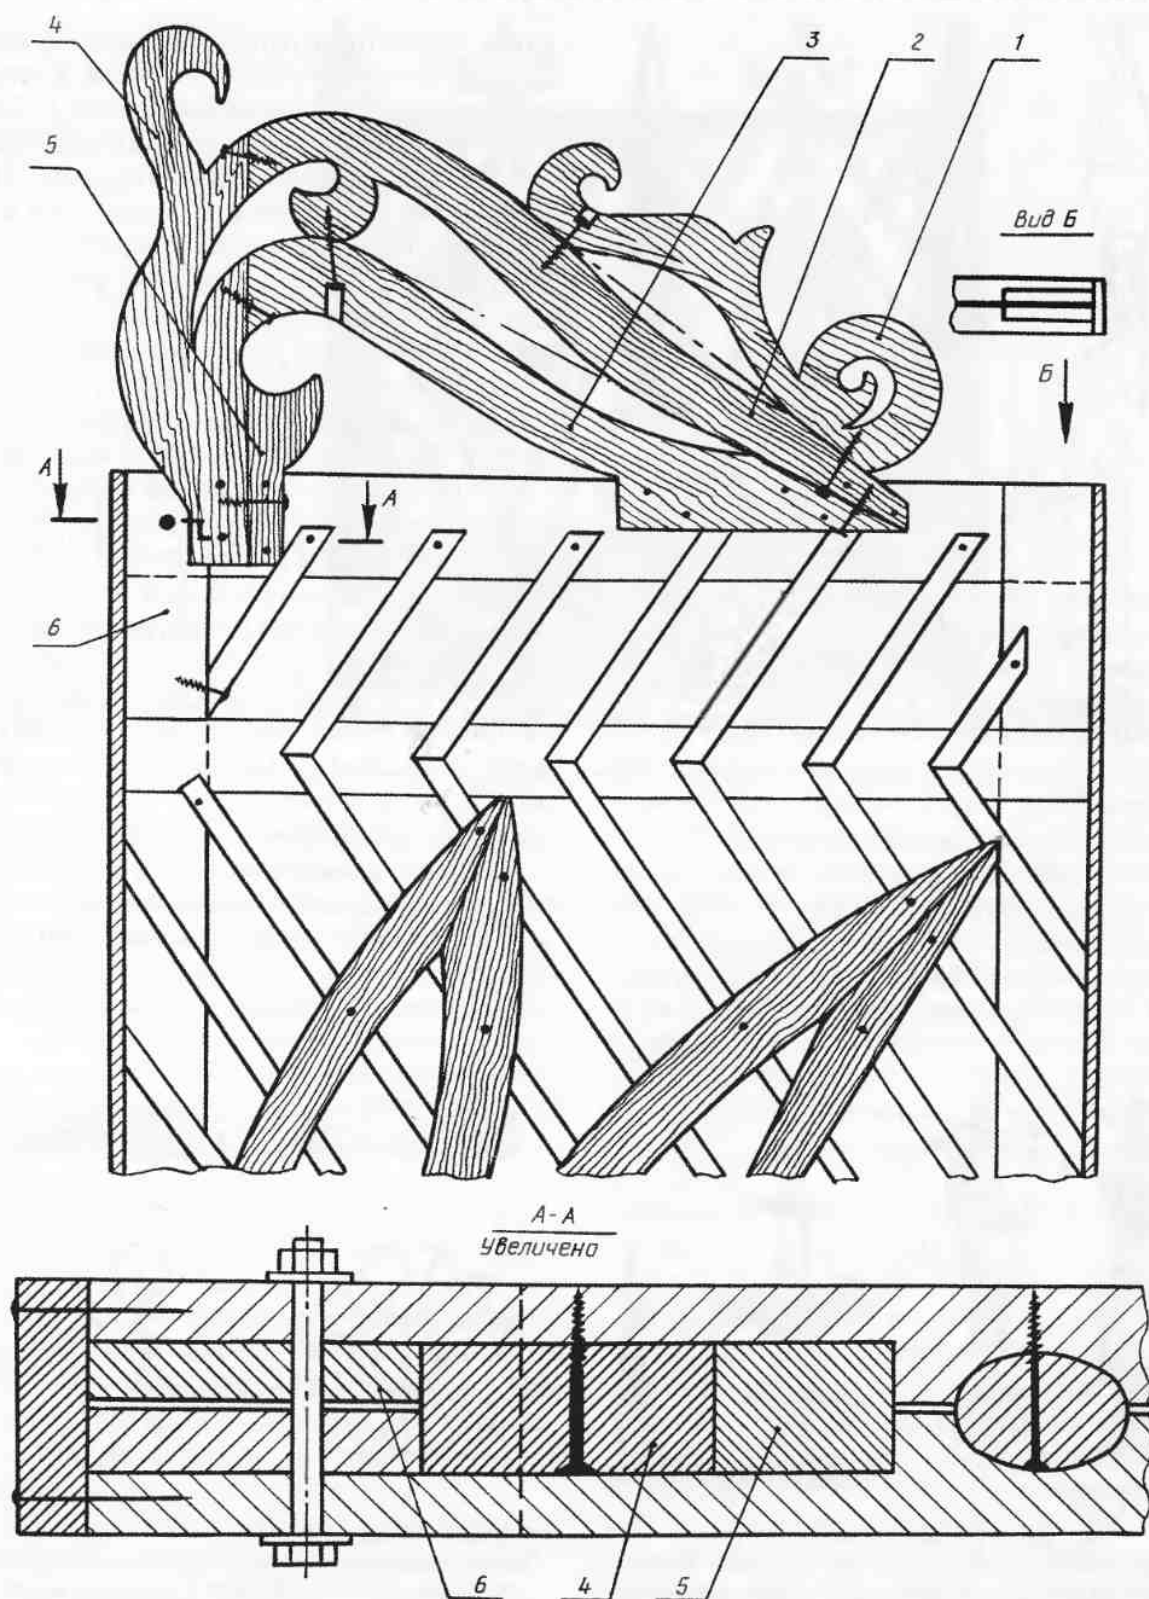
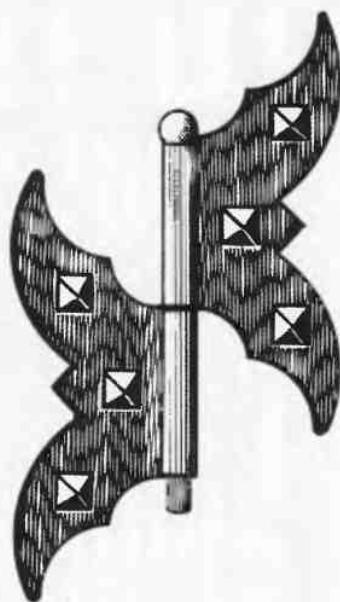

Рис. 290. Продольный и местный поперечный разрезы верхней части ворот. Изготовление и монтаж деталей. Цифры — номера деталей
Рис. 296. Фигурная «петля-бабочка» для декоративных дверей, калиток, ворот с кованными шляпками гвоздей
**Ворота с усложненной декоративной отделкой.** Рассмотрим технику выполнения ворот, изображенных на рис. 7 вклейки. Изготовление круглых или восьмигранных стержней (палок) — см. «Ограждения. Заборы и палисадники». Закрепить их в каждой поле ворот можно сжатием между тремя парами поперечных досок (рис. 290), в которых предварительно для них проделаны гнезда: или порознь в каждой доске с выпиливанием и подправкой полукруглой стамеской, или в сжатых обеих досках (либо в целом бруске) высверливанием с двух сторон (встречным сверлением). Каждый из способов не имеет явного преимущества.
лублинием их в поперечные перекладины на половину толщины (см. рис. 290). Но можно сделать соединение и на шипы, если вертикальные стойки сделать из целых брусков и продолбить в них глухие прямоугольные гнезда. И в том, и в другом случаях скреплять соединения лучше не гвоздями, а шурупами или деревянными нагелями.
Орнамент в виде листьев ириса выполняется легко из отдельных, обтесанных топором по контуру рисунка тесин с подправкой рубанком и ножом. Только для нижних деталей придется применить стыковку двух досок с выпиливанием их выкружной пилой. В крайнем случае, можно обойтись перкой, обычной ножовкой и ножом. Желательно только не нарушать контур заимствованного из книги рисунка (об увеличении рисунков см. соответствующий раздел). Стыки деталей орнамента делаются большей частью на ус, что видно на рис. 290. Правда, это диктуется и шириной имеющихся досок, но в любом случае их креплению друг с другом помогают и вертикальные стержни. Подгонять размеры деталей и всего орнамента надо из такого расчета, чтобы использовать их как распорки от перекося полы ворот. Крепление деталей орнамента друг с другом и со стержнями с помощью шурупов усилит жесткость конструкции. Детали орнамента накладываются на стержни с лицевой
Теперь рассмотрим вариант ворот, изображенных на рис. 8 вклейки. Самая сложная часть их изготовления — выполнение резной верхушки (завершение ворот). Если ворота небольшого размера, она может быть сделана составной из двух-трех деталей. Мы же рассмотрим случай, когда изготавливаются ворота шириной 3 м, пригодные для проезда грузовых автомашин. Тогда высота резной верхушки будет около 66 см, и ее придется составлять из 5 частей, как показано на рис. 290, чтобы использовать доски шириной не более 24 см и обеспечить
Наклонные стержни (или рейки) углубляются в каждую раму ворот немного менее половины своей толщины так, чтобы они были зажаты между рамами. Гнезда для стержней в вертикальных стойках и в нижней поперечной доске выгоднее пропиливать насквозь с подправкой полукруглой стамеской. А для встречных наклонных стержней придется делать гнезда с помощью стамесок, так как они доходят лишь до половины ширины верхней поперечной доски (крепление стержней в узлах вязки сторон рамы см. на рис. 290).
тальная доска в зависимости от удобства монтажа наклонных стержней (см. рис. 290). В остальном принцип изготовления деталей ворот и их монтаж ясен из чертежа или несложен при практическом решении вопросов в процессе работы. Из-за различного направления волокон древесины в составных деталях верхушки предпочтительнее ворота красить масляной краской с предварительной шпаклевкой швов стыка. Желательно к воротам приделать фигурные ручки, запоры и петли (см. рис. 296) и окрасить их в один цвет с головками болтов и шайбами.
Поскольку стиль фигурных петель для ворот (рис. 296) увязан с общим декором ворот, стоит о них подумать особо: заказать или выполнить самому. Эти петли в сочетании с ручками в виде металлических шариков на цепочке и с коваными декоративными шляпками гвоздей (шурупов-глухарей или головок болтов — это зависит от конструкции ворот и имеющегося в распоряже-